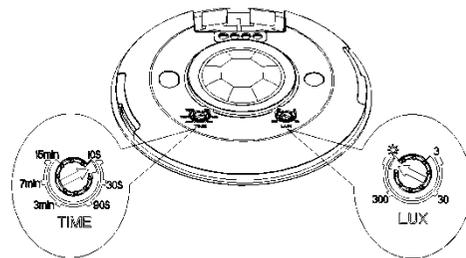

Рис. 1 Вид регулировочной панели
Регулировка диапазона освещенности производится регулятором LUX (рис. 1).
Диапазон задержки отключения – регулятором TIME (рис. 1).
5. Поверните регулятор LUX до максимума в положение «солнце» (рис. 1), поверните TIME до минимума «10S».